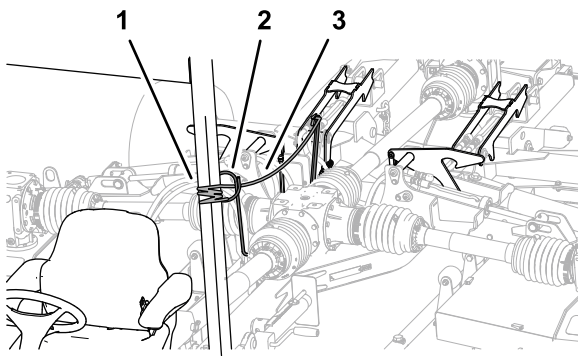

Figura 35
5. Tirate e fissate le fune di bloccaggio del piatto di taglio (Figura 35).